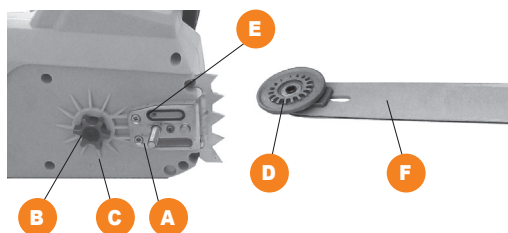

Рис. 2
4. Надіньте на шину F (Рис. 2) пиляльний ланцюг (1) (Рис. 1), перевіривши правильність розташування зубів ланцюга.
Якщо слідів оливи не видно, необхідно прочистити в корпусі редуктора вихідний отвір для оливи Е (Рис. 2) та відповідний отвір у шині Е1.